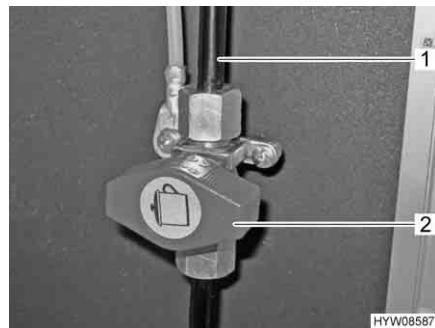

Fig. 36 Simbolo sul rubinetto di arresto del gas
Nel veicolo, il fornelletto a gas è dotato di un rubinetto di arresto del gas (Fig. 36,2).
- Posizionare il rubinetto di arresto del gas parallelamente alla tubatura (Fig. 36,1) che alimenta il fornelletto a gas.
- Posizionare il rubinetto di arresto del gas trasversalmente alla tubatura (Fig. 36,1) che alimenta il fornelletto a gas (Fig. 36).